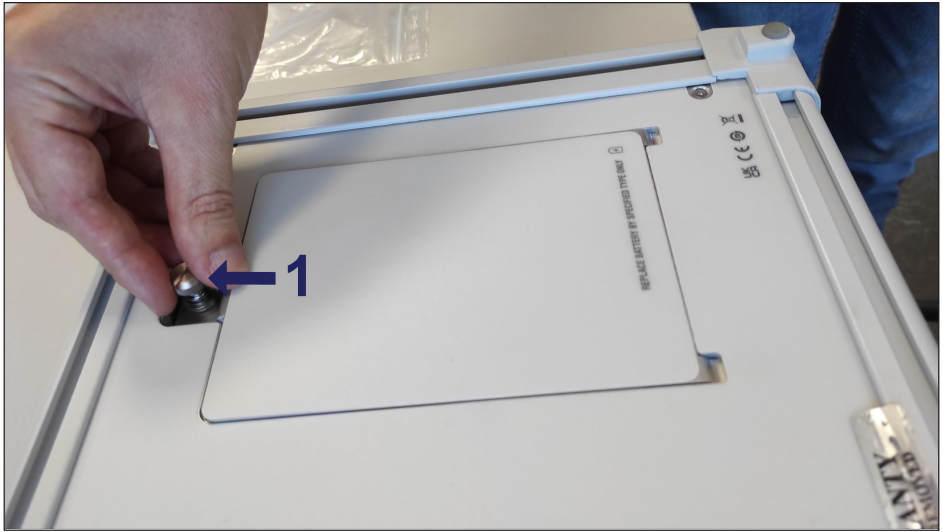

Fig. 3.7 Dévissez la goupille de sécurité pour retirer le couvercle
- ▶ Dévissez l'écrou autosertissable dans le sens inverse des aiguilles d'une montre (numéro **1** sur la *Fig. 3.7*).